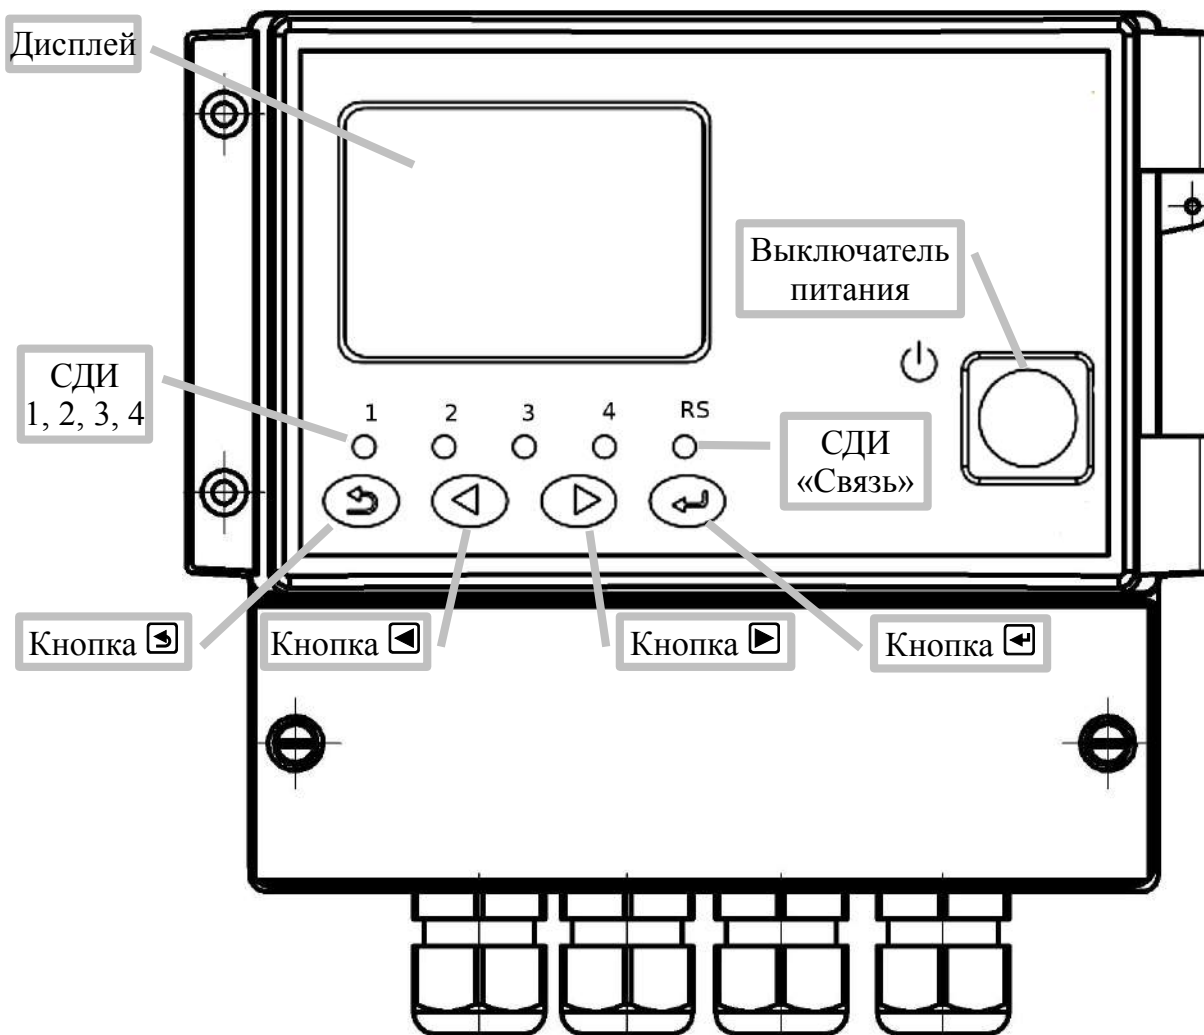

Рисунок 1 – Вид со стороны передней панели ИП настенного исполнения
**1.4.3.7** На передней панели (**Рисунок 1**) расположены следующие элементы: